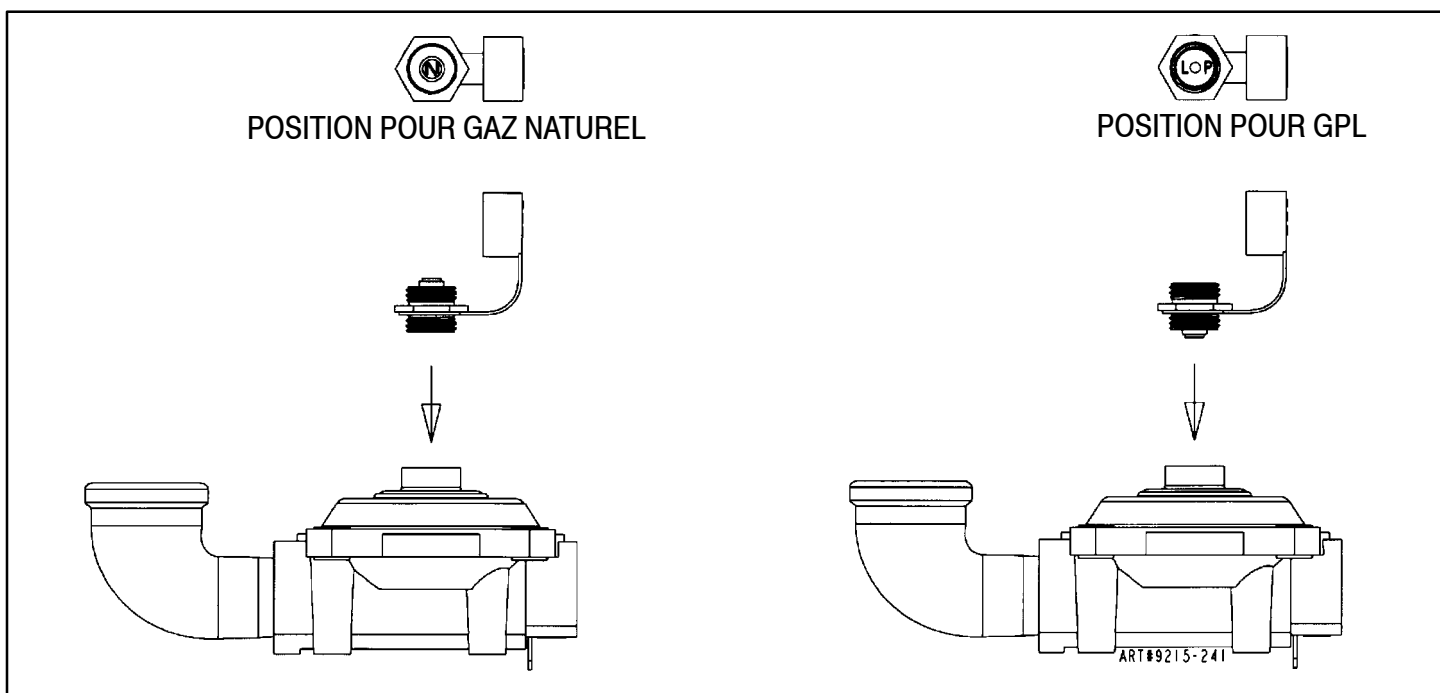

FIGURE 6
- Remonter l'écrou du capuchon sur le détendeur et remettre le pare-poussière en place. **ATTENTION** veiller à ce que l'indication du type de gaz auquel le détendeur vient d'être converti soit visible au haut de l'écrou du capuchon avant de remettre le pare-poussière en plastique en place. (Voir la figure 6.)